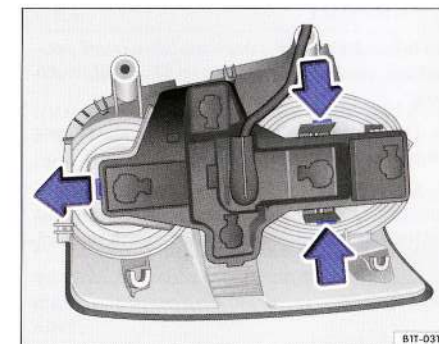

Fig. 54 Lampa din spate: deblocarea suportului becului
- Deblocați suportul becului. Apăsați lamelele în sensul săgeții ⇒ fig. 54 și scoateți suportul din lampă.